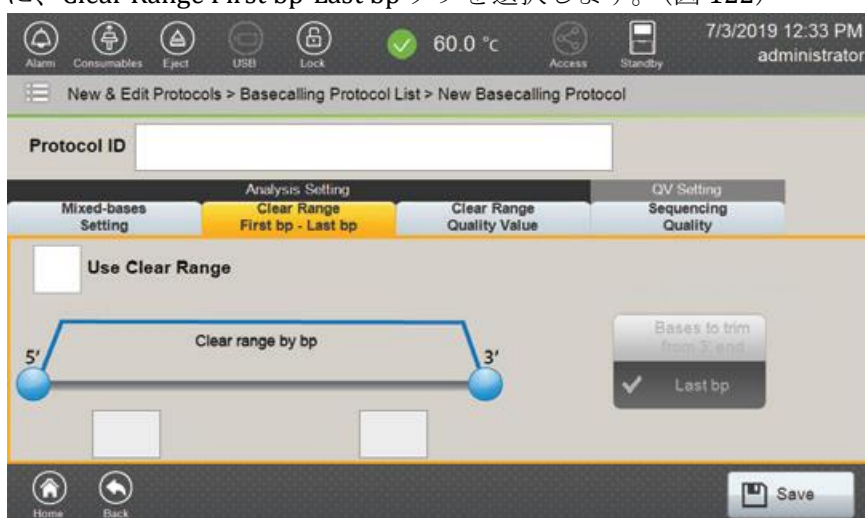

図 122 Clear Range First bp-Last bp タブ
- 解析の対象となる最初と最後の base の設定をするオプションを表示するために、Clear Range First bp-Last bp タブを選択します。(図 122)